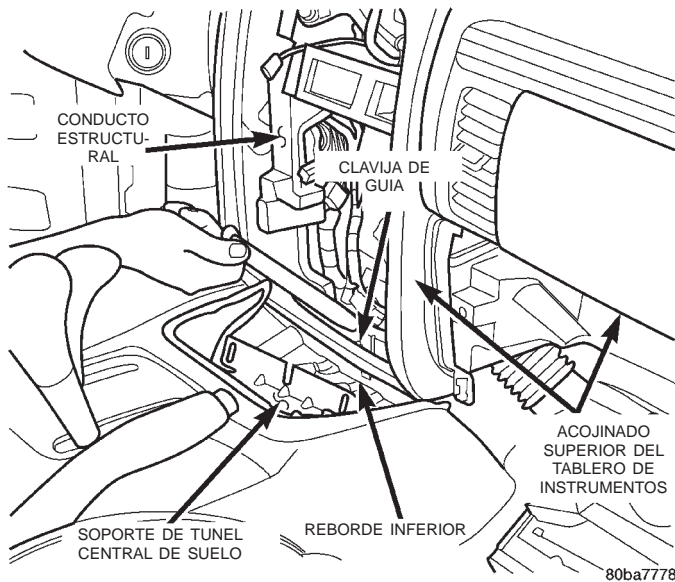

Fig. 30 Desmontaje e instalación del acojinado superior del tablero de instrumentos
(16) Retire los dos tornillos pequeños en el refuerzo superior de la abertura de la guantera que fijan las salidas del tablero al conducto estructural de tablero de instrumentos.
(17) Retire el marco central superior del tablero de instrumentos. Para informarse sobre los procedimientos, consulte **Marco central superior del tablero de instrumentos** en la sección Desmontaje e instalación de este grupo.
(18) Retire el marco central inferior del tablero de instrumentos. Para informarse sobre los procedimientos, consulte **Marco central inferior del tablero de instrumentos** en la sección Desmontaje e instalación de este grupo.
(19) Retire los cuatro tornillos que fijan la radio al tablero de instrumentos de soporte estructural. Separe la radio del tablero de instrumentos lo suficiente como para acceder a los tornillos que fijan el acojinado superior al conducto estructural de tablero de instrumentos.
(20) Retire los cuatro tornillos que fijan el control del calefactor y aire acondicionado al conducto estructural de tablero de instrumentos. Separe el control del calefactor y aire acondicionado del tablero de instrumentos lo suficiente para acceder al tornillo que fija el acojinado superior al conducto estructural de tablero de instrumentos.
(21) Retire todos los tornillos que fijan el perímetro del acojinado superior al conducto estructural de tablero de instrumentos.
(22) Retire el anaqueel delantero de la consola del suelo. Para informarse sobre los procedimientos, consulte **Consola del suelo** en la sección Desmontaje e instalación del grupo 23 - Carrocería.
(23) Acceda a través de la abertura del anaqueel delantero de la consola del suelo y retire los dos tornillos que fijan el soporte del túnel central de suelo al tablero de instrumentos.
(24) Acceda a través de la abertura del anaqueel delantero de la consola del suelo y afloje las dos tuercas que fijan el soporte del túnel central de suelo a los pernos en el túnel de la transmisión de la plancha del suelo de la carrocería.
(25) Deslice hacia atrás en el vehículo el soporte del túnel central de suelo, lo suficiente como para desenganchar el orificio de posición situado en el reborde inferior del acojinado superior de la clavija de guía en el conducto estructural de tablero de instrumentos (Fig. 30).
(26) Retire del conducto estructural de tablero de instrumentos el acojinado superior del tablero.